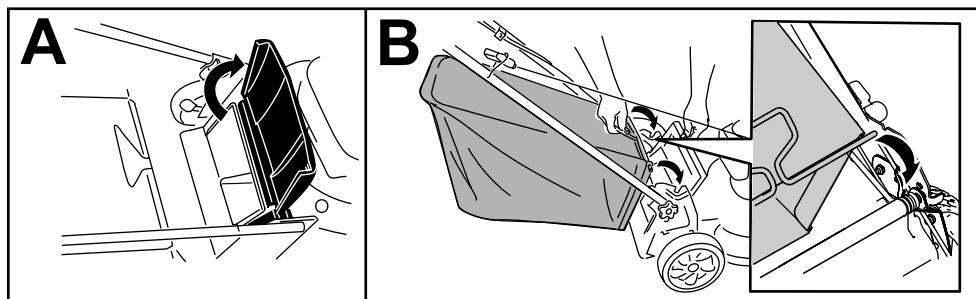

Figura 16
1. Faça subir e mantenha elevado o defletor traseiro (A da Figura 16).
2. Coloque o saco da relva. Garanta que os pinos no saco encaixam nos entalhes na pega (B da Figura 16).